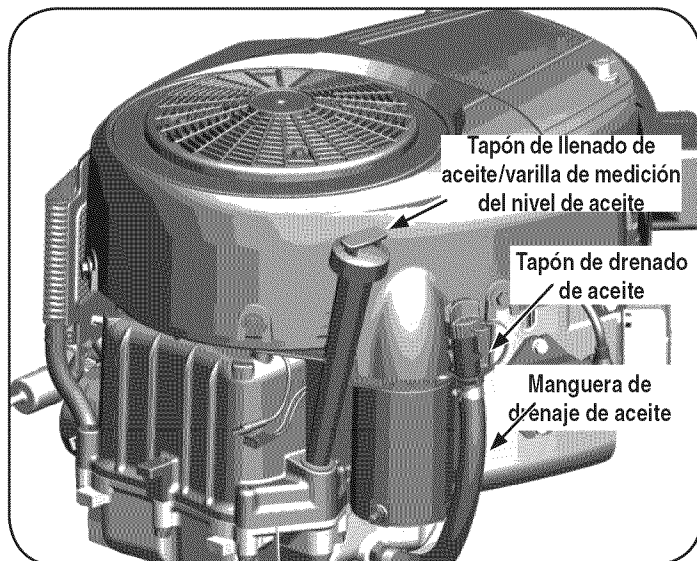

Figura 20
2. Retire el tapón de llenado de aceite/la varilla de nivel de aceite del tubo de llenado. Vea la Figura 20.